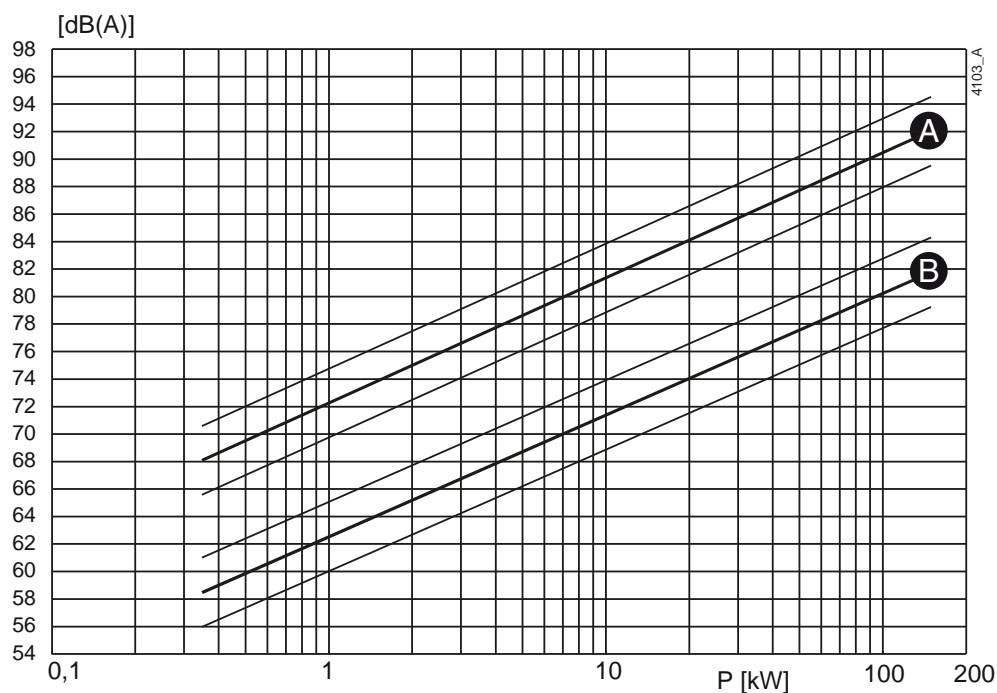
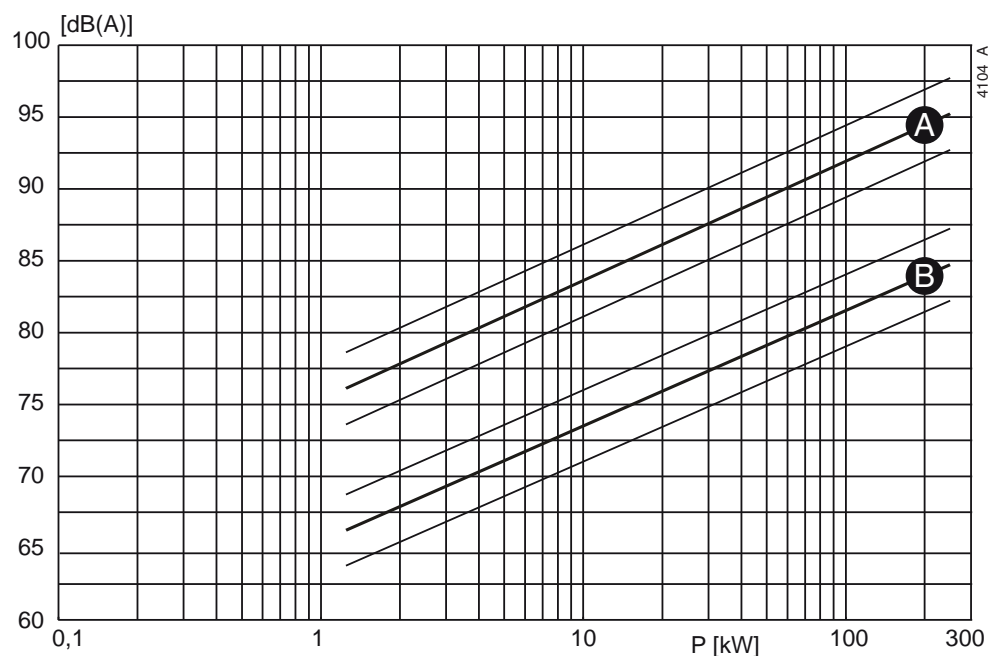

Рисунок 61: Зависимость уровня шума от мощности насоса [кВт] при 1450 об/мин
Рисунок 62: Зависимость уровня шума от мощности насоса [кВт] при 2900 об/мин
- 1 Определите уровень шума ($L1$) насоса, см. рисунок 61 или рисунок 62.